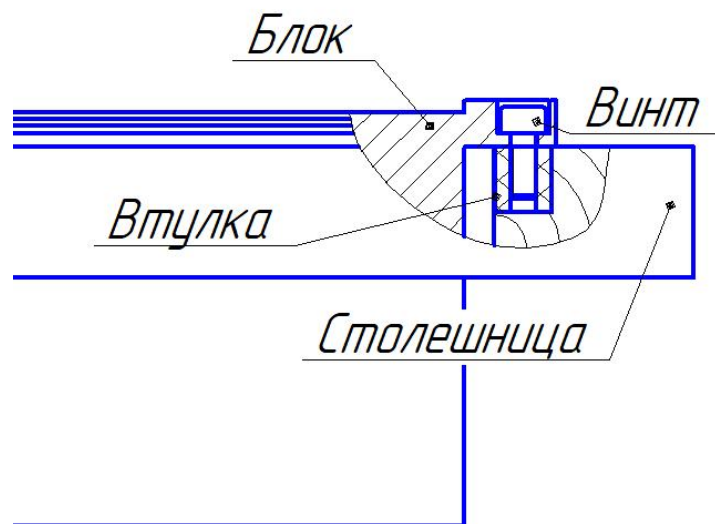

Рис. 3
4. Установить блок в монтажное отверстие и зафиксировать винтами крепления (рис. 3)